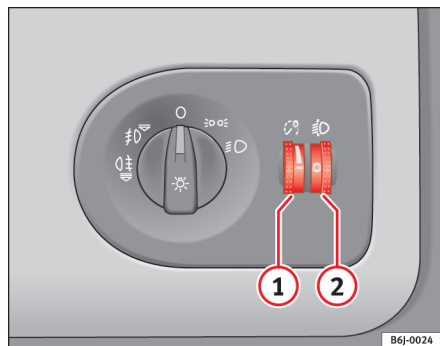

Fig. 51 Détail du tableau de bord : molettes du rhéostat d'éclairage des cadrans et commandes et réglage du site des phares
Lorsque l'éclairage est mis, la luminosité du rhéostat d'éclairage des cadrans et des commandes peut toujours être réglée en tournant la molette ⇒ fig. 51 ①.